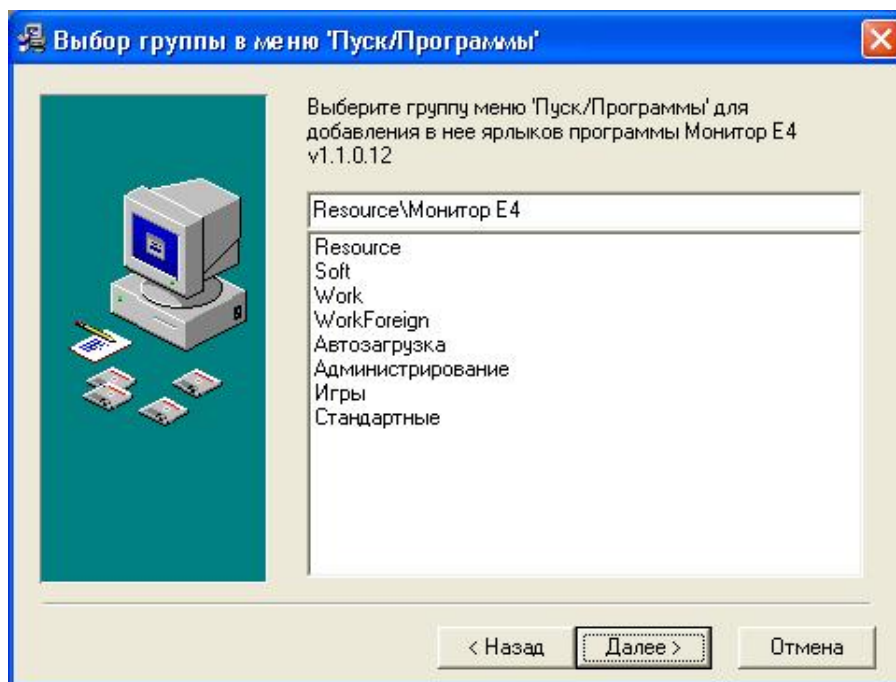

Рисунок 3.4 – Диалог «Выбор группы в меню «Пуск/Программы»»
3.3.3 На следующем этапе установки пользователю предлагается уточнить имя группы для размещения ярлыков программы в меню «Пуск/Программы» (рисунок 3.4).